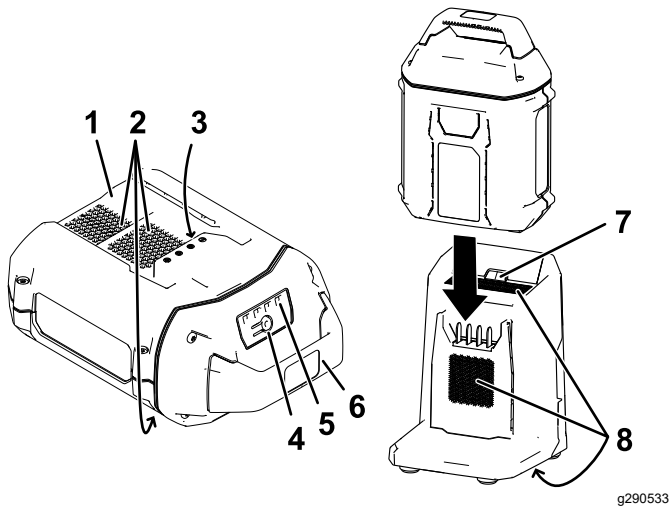

Figure 15
2. Placez le creux de la batterie (Figure 15) devant la languette du chargeur.
3. Insérez la batterie dans le chargeur jusqu'à ce qu'elle soit complètement enclenchée (Figure 15).